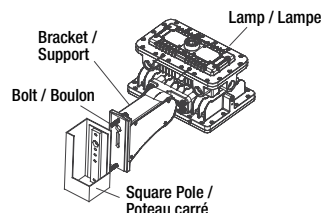
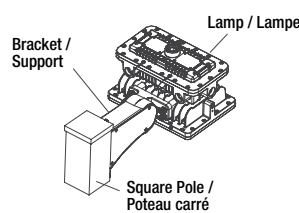

Fig. 27
Fig. 28
Step 2: Fix bracket to square pole with bolt (Figure 27, Figure 28).
Étape 2 : Fixez le support au poteau carré à l'aide d'un boulon (figure 27, figure 28).